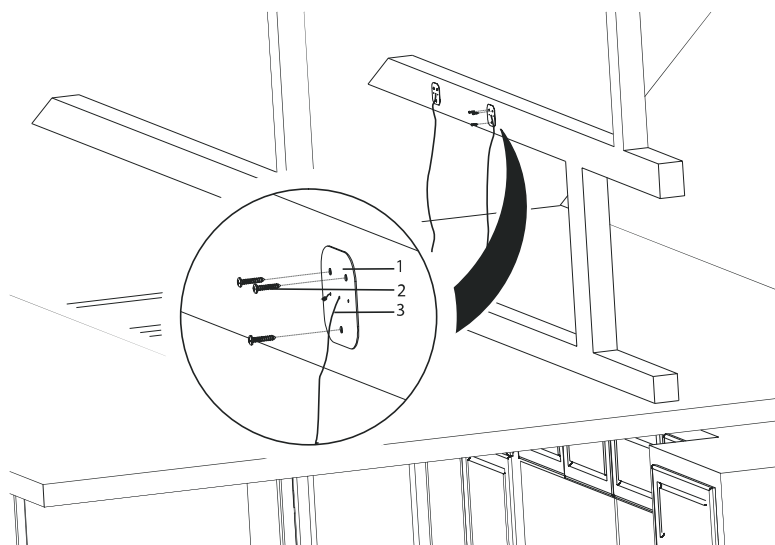

Fig. 9
3. ➔ Montér nu de 4 ophængningsplader, som stålwirerne sidder fast i, på et spær eller en lægte på loftet. Ophængningspladerne må vende på alle led (bemærk spærret eller lægten skal kunne bære emhætten under montering. Ophængningspladerne skal hver fastgøres med 3x 3,9x22 skruer (Fig. 9).